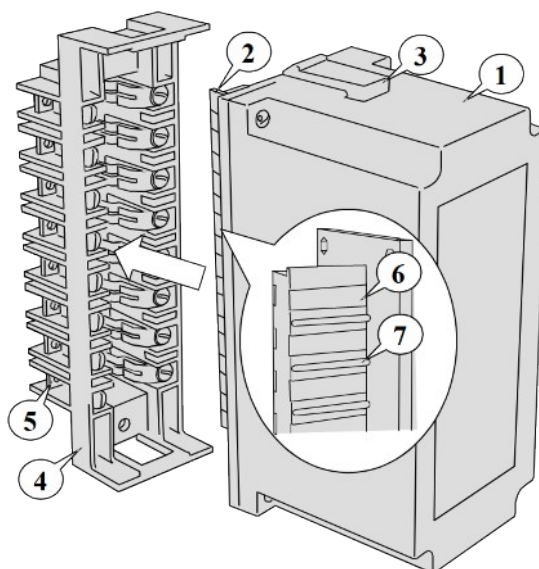

Рисунок 35
8.3.1 Преобразователи имеют унифицированные пластмассовые корпуса штепсельного типа. (рисунок 35).